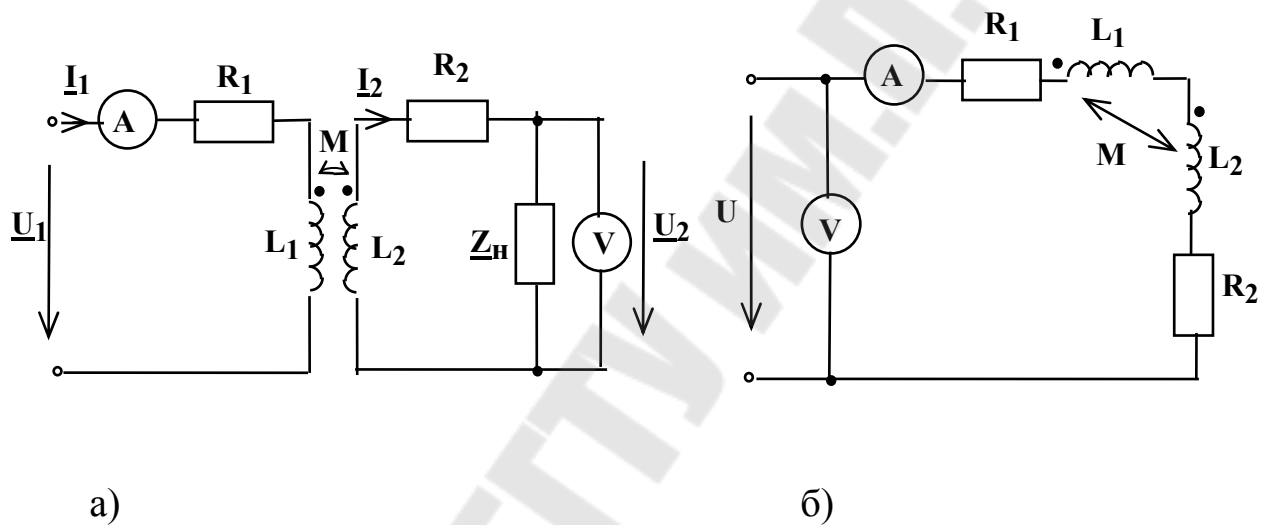

Рис.7.3
Устройство, состоящее из двух или нескольких индуктивно связанных катушек, называется *трансформатором*. Трансформаторы могут иметь или не иметь ферромагнитный сердечник. Если сердечник отсутствует, то такой трансформатор называют воздушным (рис.7.3,а).
2. Соберите электрическую цепь по рис.7.3,б (1-й метод). Величины M и K вычислите по формулам (7.1) и (7.2). Результаты измерений и вычислений занесите в табл.7.2 и представьте преподавателю.
3. Соберите электрическую цепь по рис.7.3,а (2-й метод). Величину M вычислите по формуле (7.3). Результаты измерений и вычислений занесите в табл.7.3.